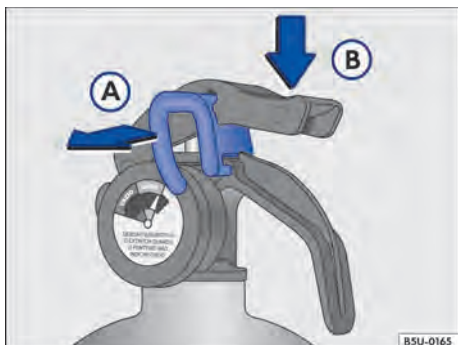

Fig. 152 Sequência de utilização do extintor de incêndio.
- Puxar a trava ⇒ Fig. 152 (A) para romper o lacre.
- Apertar o gatilho ⇒ Fig. 152 (B) espalhando o pó.